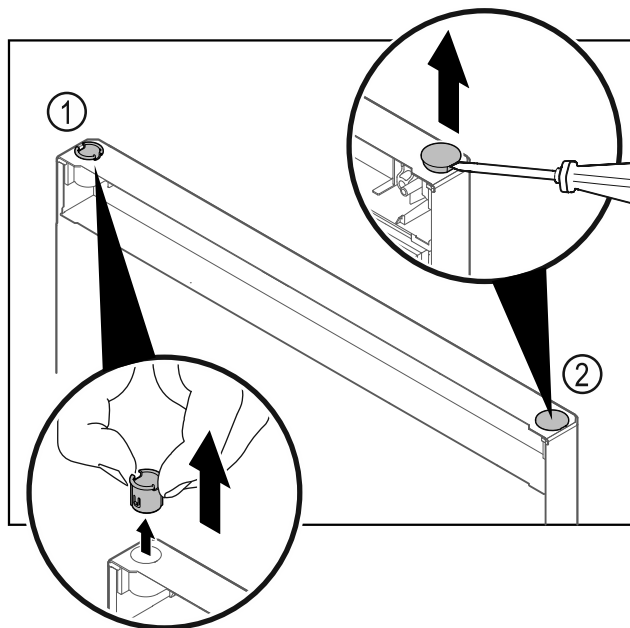

Fig. 31
- ▶ Nxirrni jashtë bokullën e menteshës Fig. 31 (1) me gishta.
- ▶ Ngrini lart me kujdes tapën mbuluese Fig. 31 (2) me një kaçavidë me kokë petë dhe nxirreni jashtë.